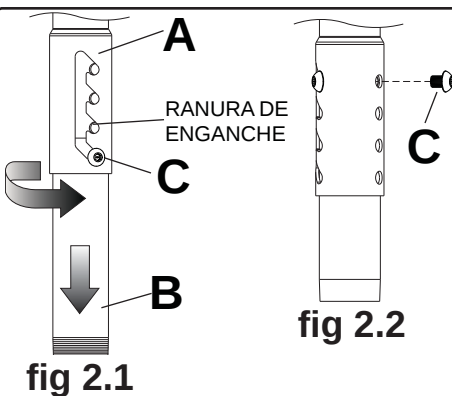

fig 2.1
Insert extension pipe (B) into adjuster tube (A) and secure with one screw (C). Adjust extension pipe to locate screw (C) into desired hook slot as shown in figure 2.1.
Insérez le tube de rallonge (B) dans le tube de réglage (A) et fixez-le à l'aide d'une vis (C). Ajustez le tube de rallonge pour placer la vis (C) dans la fente courbée comme illustré à la figure 2.1.